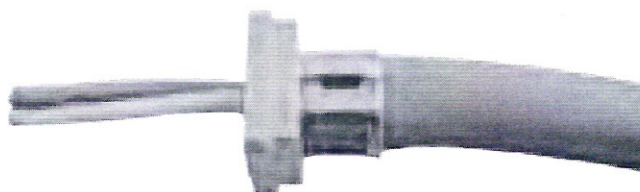

Рисунок 13 – Срез экранирующей фольги
4.7 Срезать экранирующую фольгу (рис. 13).